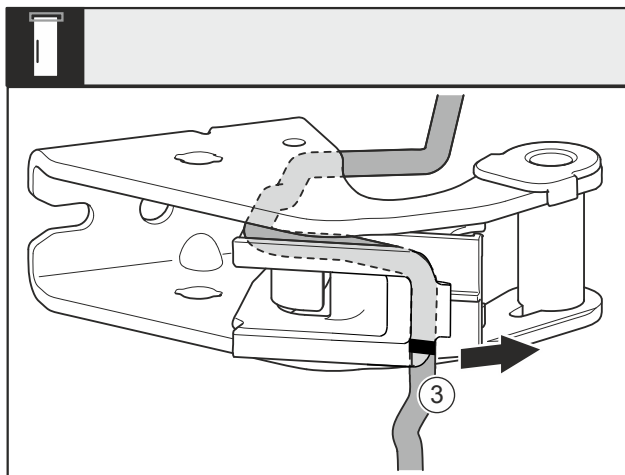

Fig. 28
- Kabel mit der Kabelhalterung Fig. 28 (3) vom Lagerbock demontieren.